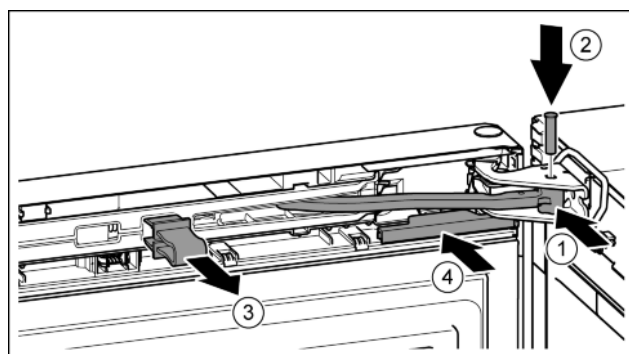

Fig. 40
- ▶ Повернуть шарнир в опорном кронштейне. Fig. 40 (1)
- ▶ Вставить палец в опорный кронштейн и шарнир. При этом следить за тем, чтобы выступ фиксатора занимал правильное положение в пазу. Fig. 40 (2)
- ▶ Снять предохранитель. Fig. 40 (3)
- ▶ Надвинуть крышку. Fig. 40 (4)